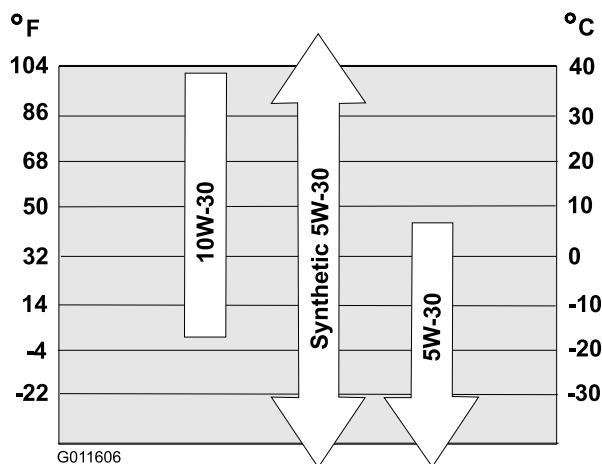

Figure 29
Reportez-vous à la Figure 29 pour sélectionner la viscosité d'huile la mieux adaptée pour la plage de température extérieure anticipée :
**Remarque:** Versez de l'huile dans le carter moteur jusqu'à ce que la jauge indique le niveau correct, comme illustré à la Figure 29. Si vous remplissez excessivement le carter moteur, vidangez l'excédent d'huile par l'orifice de vidange dans un bac pour vidange d'huile.